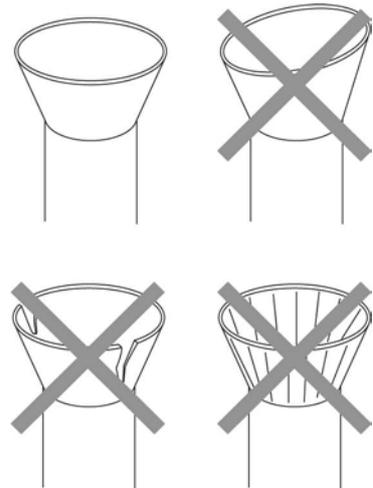

Fig.32
- Eseguire la cartellatura sulle estremità dei tubi, utilizzando l'apposito utensile, in modo impeccabile, senza rotture, incrinature o sfaldature (fig. 32).